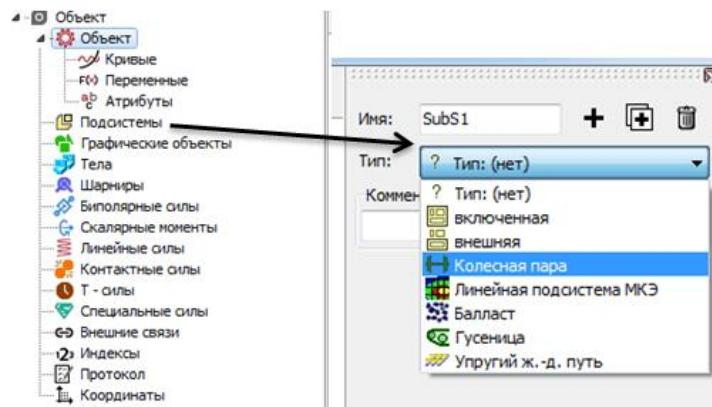

Рис. 2.5. Добавление стандартной подсистемы – "Колёсная пара"
- Выделите **Подсистемы** в списке элементов, добавьте подсистему, щелкнув на кнопке **+**, переименуйте подсистему в **WheelSet1** и выберите тип подсистемы **Колёсная пара** (рис. 2.5, справа). Колёсная пара (КП) появится в анимационном окне, а инспектор данных отобразит её текущие инерционные и геометрические параметры.